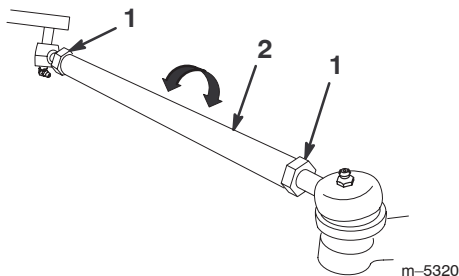

Bild 52
- Sollte die Messung nicht im angegebenen Bereich liegen, lockern Sie zum Einstellen die Klemmmuttern an beiden Enden der Zugstangen (Bild 52).